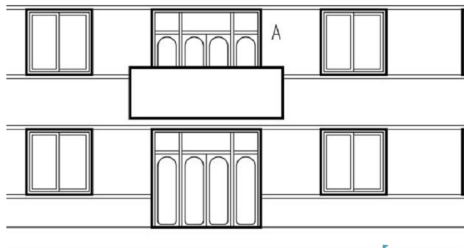

图 4.43 阳台门和窗台线
(4) 用【修剪】命令和【删除】命令, 把与阳台重叠的阳台门和窗台线修整至图 4.43 所示的状态。